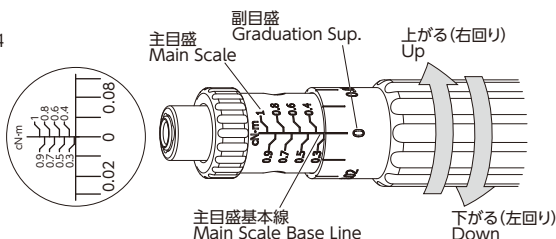
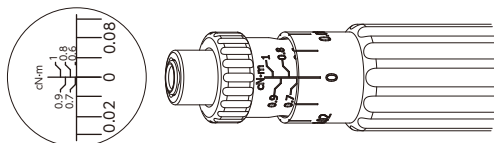

図 5 Fig.5
図 6 Fig.6
- ② $0.7\text{cN} \cdot \text{m}$ の時 (図 5)、右回りで副目盛を 0 から 0.02 へ回転させると、 $0.72\text{cN} \cdot \text{m}$ となります。(図 6)
2. From the setting of $0.7\text{cN} \cdot \text{m}$ (Fig.5), turning the minor scale clockwise to the scale marking of 0.02 sets $0.72\text{cN} \cdot \text{m}$ (Fig.6) .